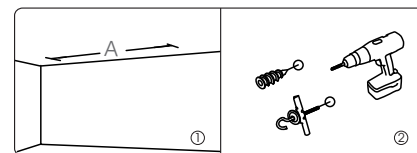

图13
1. 用电钻在天花板钻两个大小及相对位置适合的孔, 并且确定两个孔位形成的直线与墙面平行, 在这两个孔内钉入两只螺旋挂钩 (非配件)。(如图13)